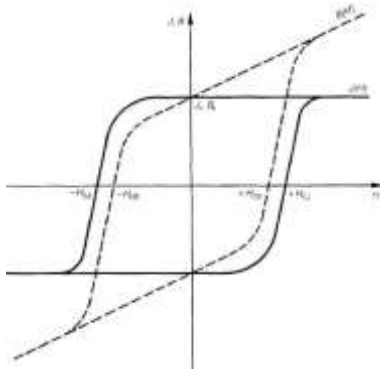

図1 : B(H) と J(H) のヒステリシス曲線
- 二つ目は、印加磁場 **H** に応じた（被検査材の）磁気分極 **J** の観点から見ています。そして、それが **J(H)** ループを導きます。（図 1 参照）